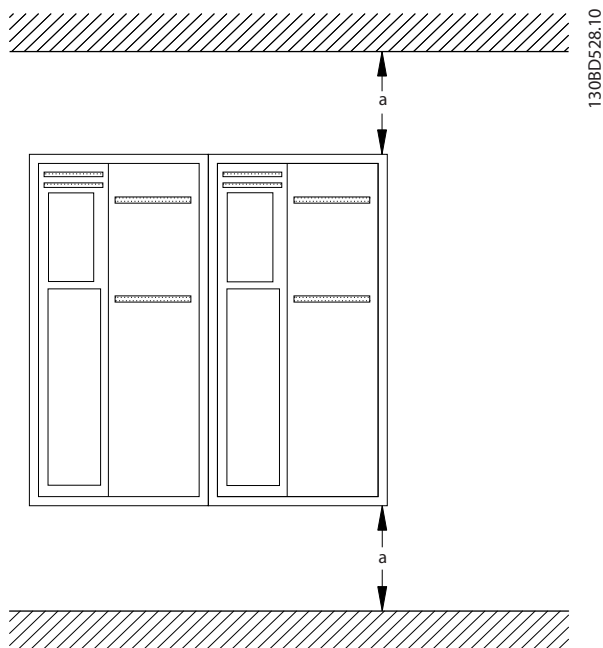

图 3.4 顶部和底部冷却间隙
- 确保顶部和底部留出空气冷却间隙。请参阅图 3.4 了解间隙要求。